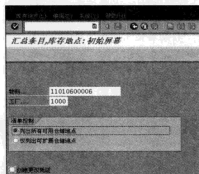

图 15-28 输入“物料”信息及“工厂”信息
STEP 1 在命令栏中输入“MMSC”命令，弹出“汇总条目，库存地点：初始屏幕”界面，如图 15-28 所示，从中输入“物料”信息和“工厂”信息，选择“列出所有可用仓储地点”选项，然后回车。